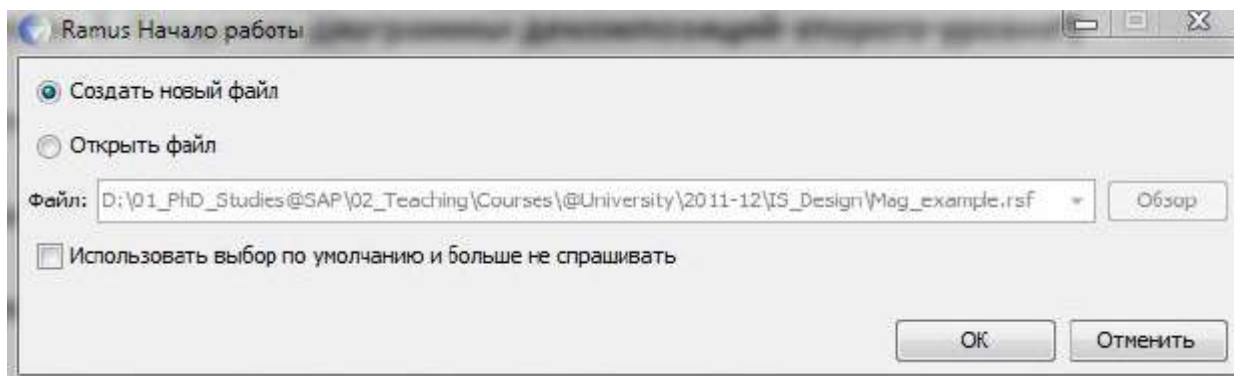

Рис. 1. Диалоговое окно начала работы в Ramus
1. После запуска программы на экране появится окно начала работ (рис. 1). Выберите опцию «Создать» и нажмите «ОК».